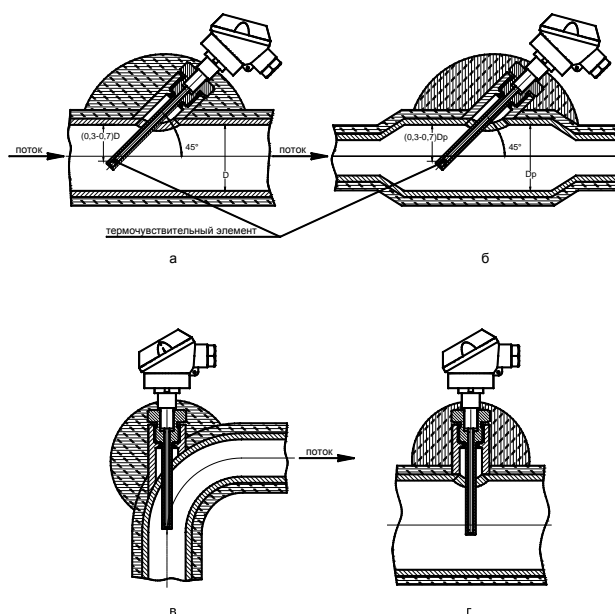

Рисунок 6.7 Рекомендуемые варианты установки термопреобразователей на трубопроводе
6.5.3 Если диаметр чувствительного преобразователя ТС превышает  $0,13D$ , то допускается при установке ТС применять расширитель (рисунок 6.7 б), где  $D_p$  – внутренний диаметр расширителя.